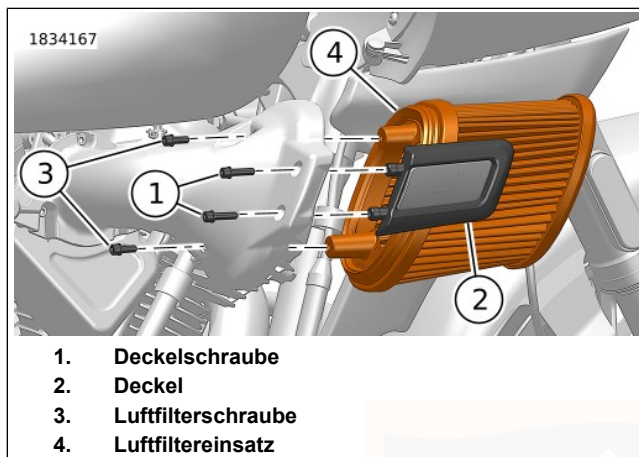

Abbildung 105. Luftfiltereinsatz
1. Siehe Abbildung 105. Die beiden Abdeckungsschrauben (1) entfernen, dann die Abdeckung (2) entfernen.
2. Die Luftfilterschrauben (3) entfernen, dann den Luftfiltereinsatz (4) entfernen.
1. Siehe Abbildung 105. Loctite 243 MEDIUM STRENGTH THREADLOCKER AND SEALANT (BLAU) auf die Gewinde der Luftfilterschrauben (3) auftragen.
2. Den Luftfiltereinsatz (4) anbringen.